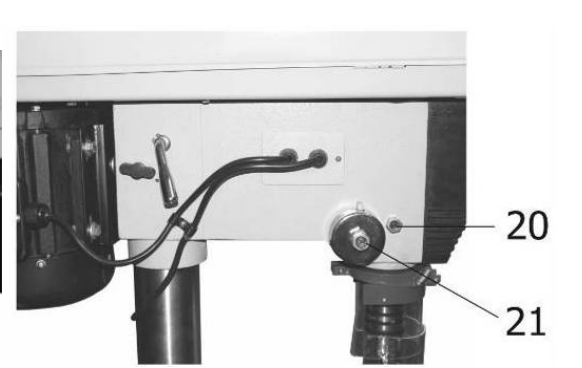

Рис. 5
9.14. Проверьте наличие поперечного люфта шпинделя, покачав за сверлильный патрон (6), Рис.2. Если люфт ощутим, его можно минимизировать, проворачивая по часовой стрелке винт (20), Рис.5, предварительно отпустив контрящую гайку. По завершению регулировки затяните контрящую гайку.
Помните, затягивая винт (20), Рис.5, вы прижимаете шпиндель. Усилия возвратной пружины может оказаться недостаточным для автоматического подъема шпинделя в исходное положение.
9.15. Регулировка усилия возвратной пружины шпинделя осуществляется вращением регулировочного болта (21), Рис.5.